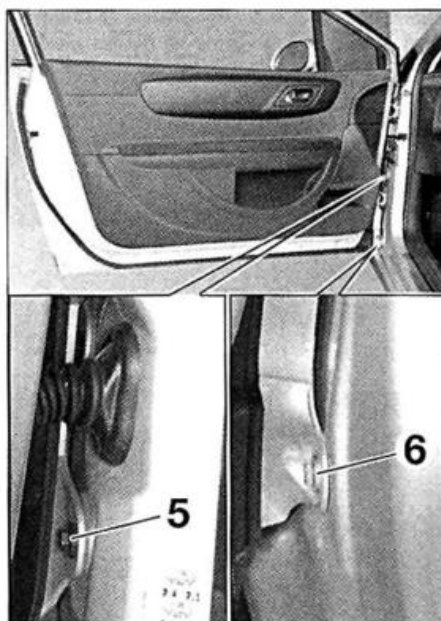

FIG. 15
- Desmontar los tornillos (5) y (6) (fig. 15).